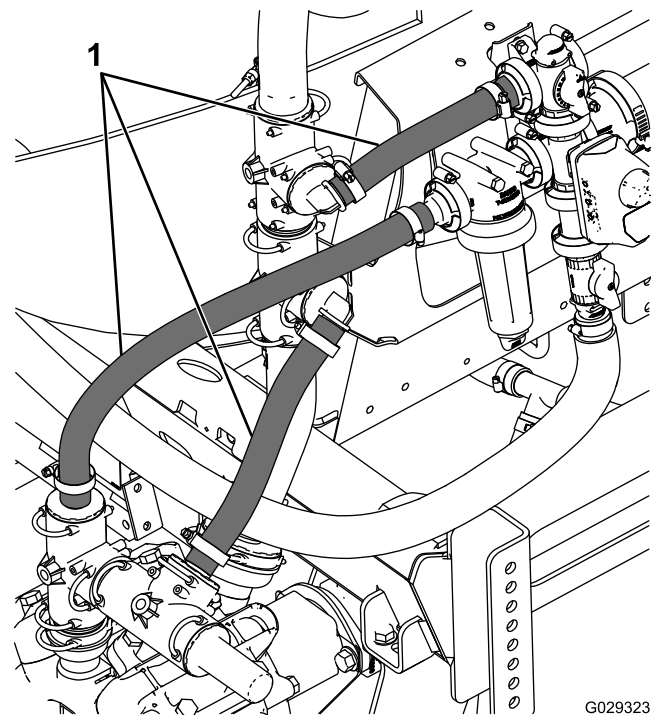

Bild 3
2. Entfernen und werfen Sie die drei Schläuche weg, die in Bild 3 abgebildet sind, bewahren Sie jedoch die Befestigungsstifte auf.